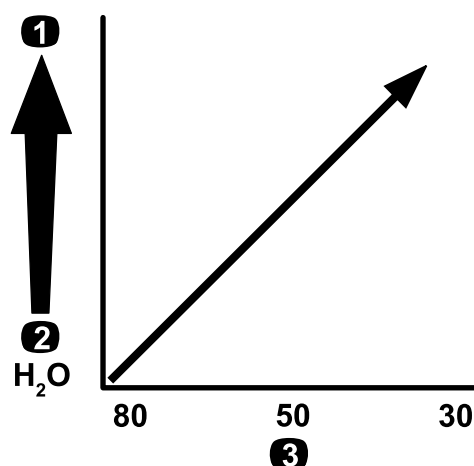

Figure 23
**Important:** Si vous pulvérisez des produits chimiques de viscosité plus élevée (plus épais) ou des solutions avec poudres mouillables, vous devrez peut-être utiliser un maillage plus grossier pour le filtre d'aspiration en option; voir Figure 23.